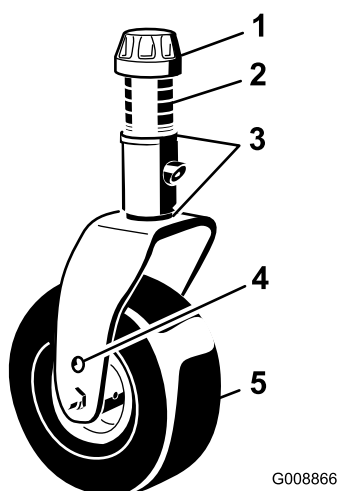

Figura 26
3. Regolate gli spessori (3 mm) sulla forcella (o forcelle) della ruota orientabile, finché l'altezza di taglio non corrisponde al valore riportato sull'adesivo (Figura 26); fate riferimento a Regolazione del passo del piatto di taglio (pagina 58).